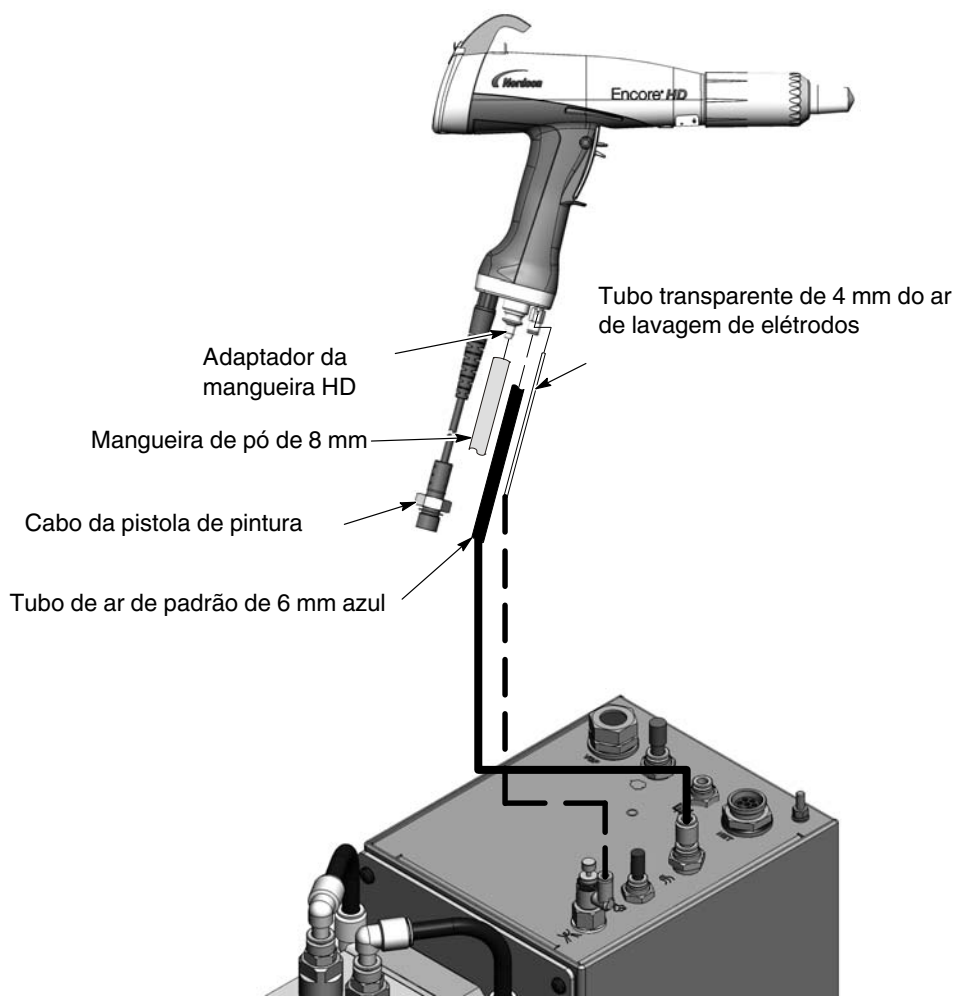

Figura 3-5 Conexões da pistola para pintura
Consulte a figura 3-5.
4. Consulte a figura 3-5. Verifique se a pistola para pintura não está ativada e depois ligue a alimentação de corrente do controlador do sistema. Os mostradores e os ícones da interface do controlador e da interface da pistola devem acender-se.